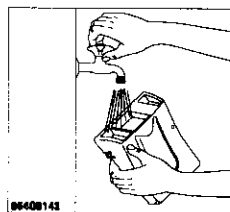
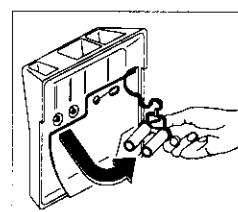

Abb.3
Abb.4
Reinigen Sie den Behälter unter laufendem Wasser mit einer Bürste oder Lappen (Abb.3). Achten Sie darauf, daß die Siphons auf der Rückseite der Einspülkammern nicht verstopft sind (Abb.4).
- Entfernen Sie mit dem Schraubenschlüssel die beiden roten Abstandshülsen (A), die sich auf der Rückseite des Gerätes befinden (Abb.3).
- Die jetzt sichtbaren Löcher müssen mit den bereitgestellten Stöpseln (B) verschlossen werden (Abb.4).